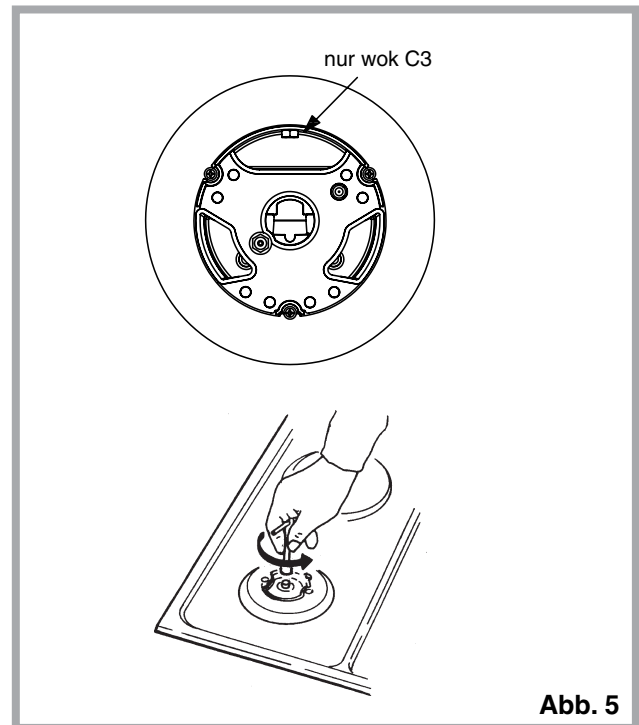

Abb. 5
Anpassung an einen anderen Gastyp (Abb. 5)
- die Düsen (Abb. 5) mit den vorhandenen Gastyp bestimmten Düsen (siehe Tab. "Technische Daten" ersetzen;